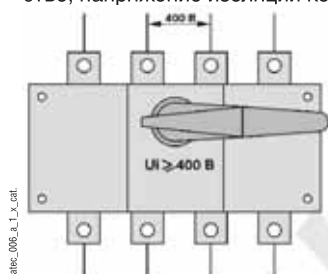

Рис. 1. для работы в сетях 230 В / 400 В, следует использовать устройство, напряжение изоляции которого равно  $U_i 400 \text{ В}$ .
**Пример:** для работы в сетях 230 В / 400 В, следует использовать устройство, напряжение изоляции которого равно  $U_i 400 \text{ В}$  (см. рис. 1).